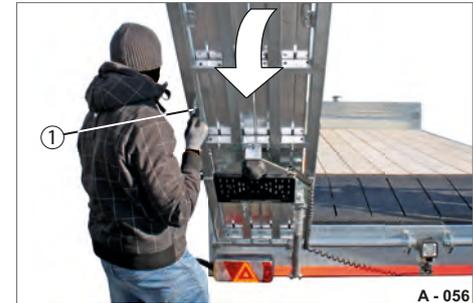

Abb. 90 Auffharrampe ablassen
- ▶ Auffharrampen, einzeln nacheinander (Abb. 90/1) herunterziehen.